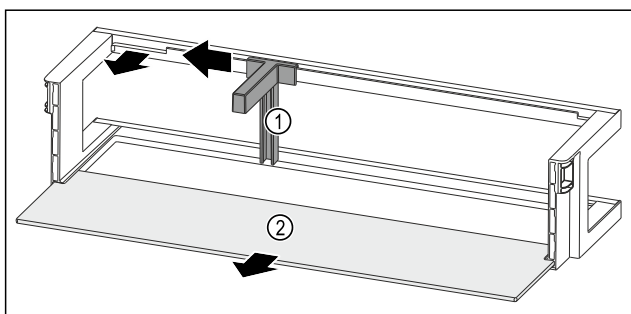

Fig. 65 Dveřní přihrádka s držákem lahví a odkládací plochou
- Držák lahví Fig. 65 (1) posuňte na stranu až k vybrání.
- Držák lahví Fig. 65 (1) odeberte.
- Odkládací plochu Fig. 65 (2) odeberte.